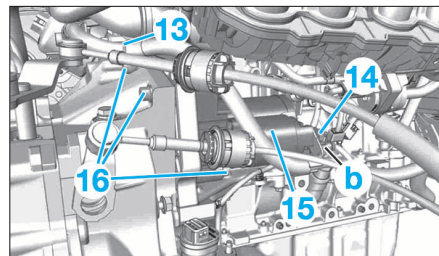

FIG. 4
- le support intermédiaire (10)
- la cuve de filtre à air (11)
- le carter (12).
- Déposer le collier de maintien (13) (Fig.4).